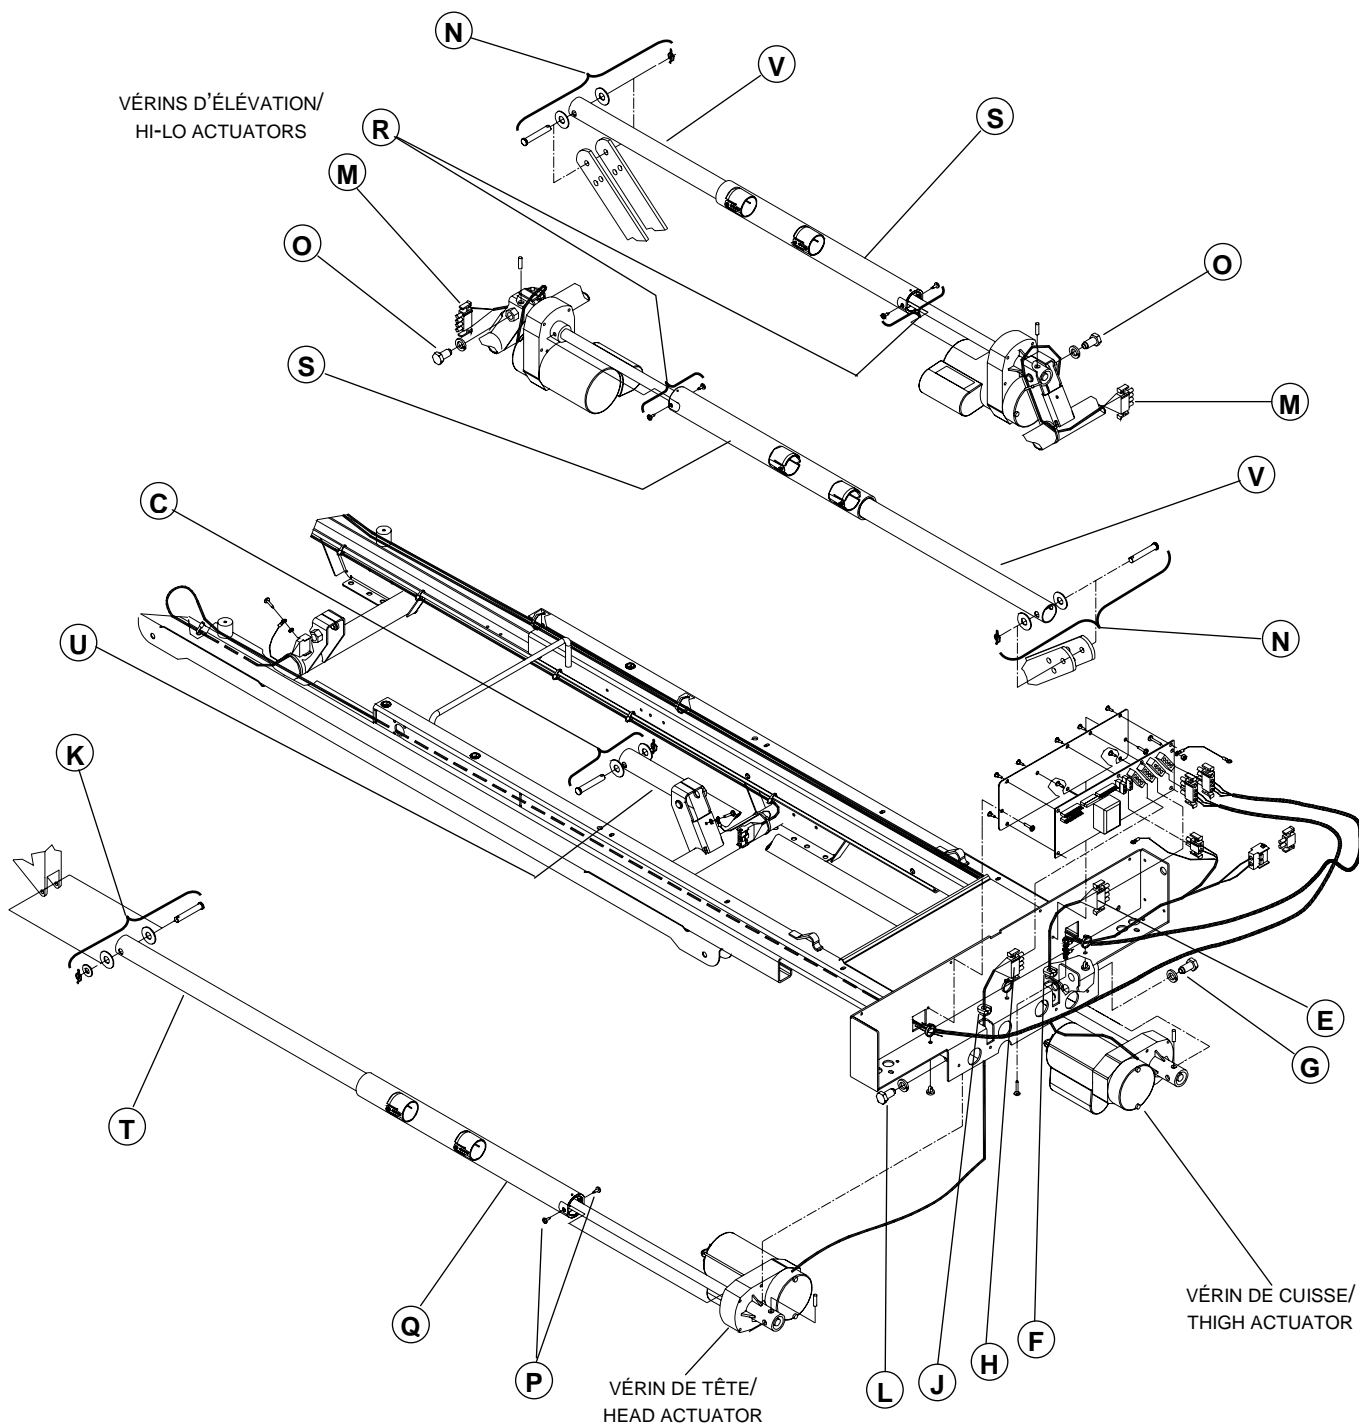

Figure 4.10
4. À l'aide de pincés à bec effilé, retirez la goupille enroulante/les rondelles de nylon(2)/l'axe de chape (C, fig. 4.10, page 38) reliant le tube du vérin de cuisse (U, fig. 4.10, page 38) aux bras du levier de la section de cuisse.
4. À l'aide d'un tournevis Phillips, retirez les deux arrêts de matelas latéraux (A) et conservez-les pour la nouvelle section de tête.
6. À l'aide de pincès à bec effilé, retirez la goupille enroulante/les rondelles de nylon(3)/l'axe de chape (K, fig. 4.10, page 38) reliant le tube du vérin de tête (T, fig. 4.10, page 38) aux bras du levier de la section de tête.
À moins d'indications contraires, toutes les références contenues dans les procédures de la section 4.10 référeront à la figure 4.10 ci-dessus.
À moins d'indications contraires, toutes les références contenues dans les procédures de la section 4.11 référeront à la figure 4.10 de la page 38.
5. À l'aide d'un tournevis à tête plate et d'une clé 5/16", retirez les quatre vis (P) retenant le tube de protection du vérin de cuisse et le support du tube (Q) du vérin de tête (les deux vis et le tube de protection du vérin de cuisse ne sont pas illustrés à la figure 4.10) et glissez le tube de protection et le support de tube vers l'arrière afin de découvrir les vis et le début du tube des vérins.